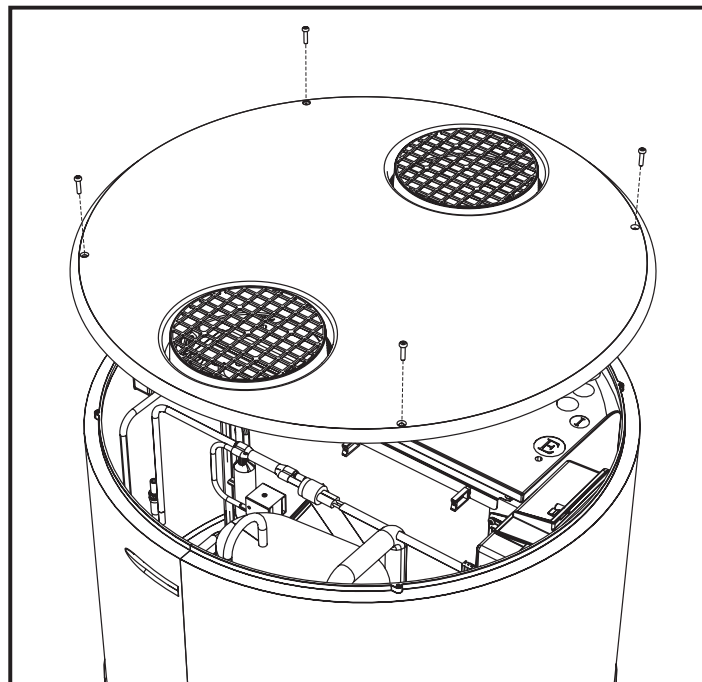

fig. 45- Extracción de la cubierta superior
- Retire la cubierta superior desenroscando primero los tornillos de bloqueo (fig. 45).